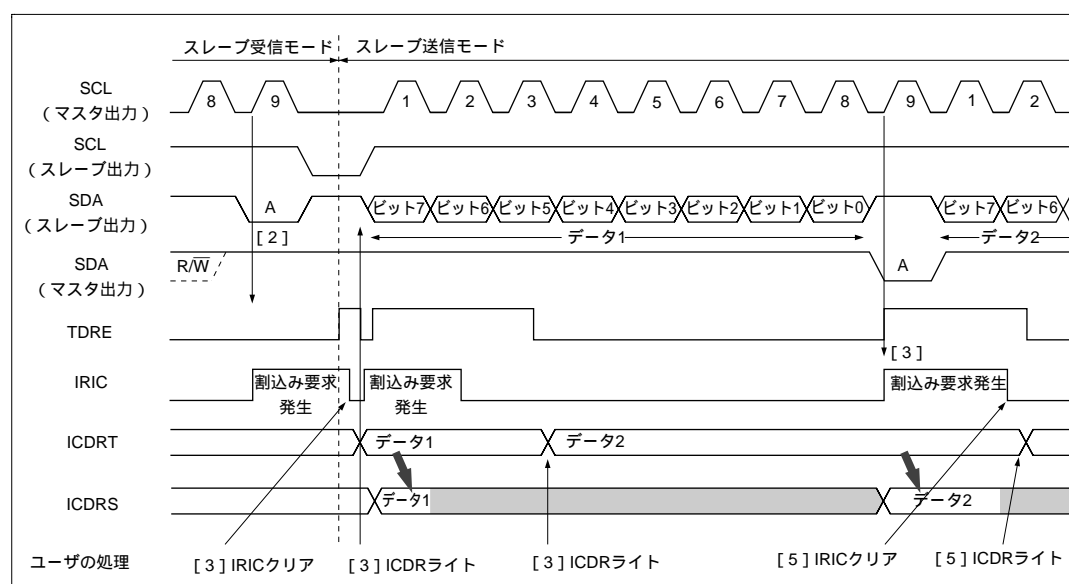

図 16.11 スレーブ送信モード動作タイミング例 (MLS = 0 のとき)
- [3] IRIC フラグを 0 にクリア後、ICDR にデータをライトします。このとき TDRE 内部フラグは 0 にクリアされます。ライトされたデータは ICDRS に転送され、TDRE 内部フラグおよび IRIC、IRTR フラグが再び 1 にセットされます。IRIC フラグを 0 にクリア後、ICDR に次のデータをライトします。スレーブデバイスは図 16.11 で示すタイミングでマスタデバイスが出力するクロックにしたがい、ICDR にライトされたデータを順次送出します。